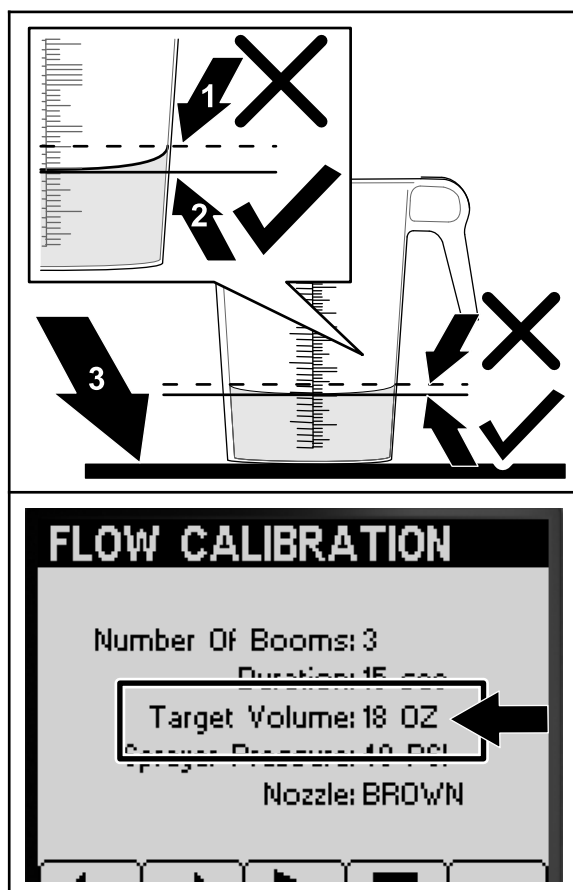

Figura 52
6. Coloque o recipiente graduado numa superfície nivelada e anote o volume do fluido (Figura 52).
7. Compare o volume de fluido no recipiente de recolha graduado com o Volume alvo apresentado no ecrã do InfoCenter (Figura 52).